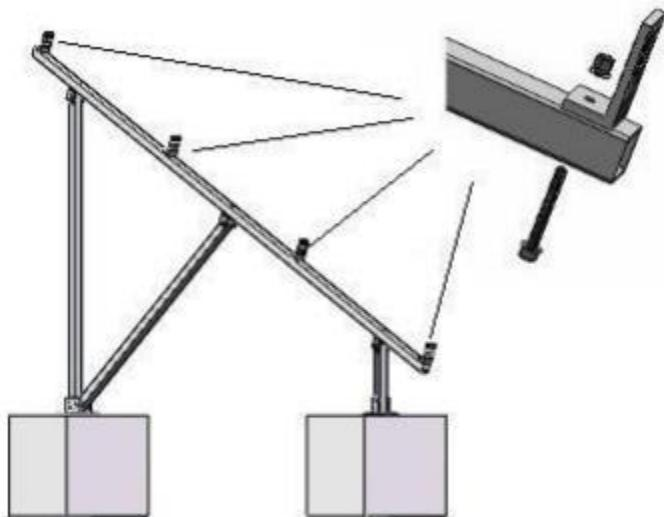

Figura 14
a). Sujete los soportes L (EPL-LFG2-03) en el soporte de viga con el tornillo que tiene el soporte l como se muestra en la **Figura 14**.